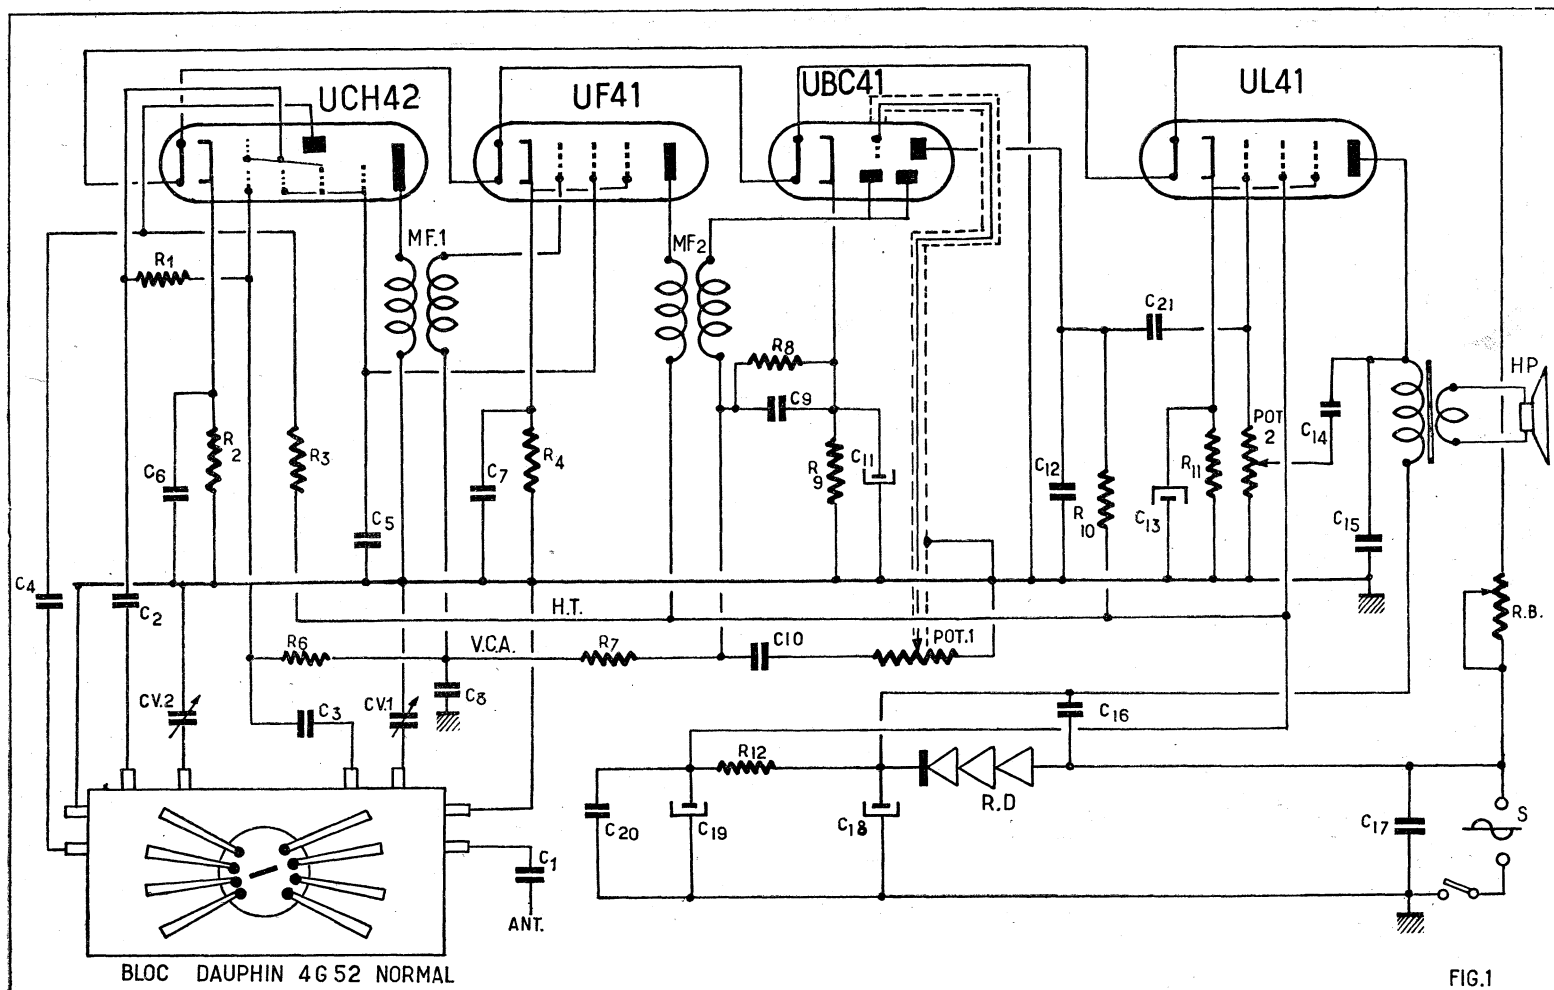

FIG.1
Les résistances et les potentiomètres au carbone sont plus particulièrement sujets à ces troubles et un contrôle est nécessaire. Pour cela on utilise le dispositif de la figure 1 utilisant un générateur basse fréquence (GBF) un amplificateur aperiodique (A) et un voltmètre électronique (V) relié par un filtre (F) à ce dernier. La résistance à vérifier est branchée dans le circuit grille de l'amplificateur et le niveau de bruit de fond est mesuré par rapport à deux résistances étalons.
Le schéma de la figure 1 convient également pour évaluer le bruit de fond par la mesure de la tension de bruit. Sur ce schéma R représente la résistance à contrôler, Rm une résistance d'adaptation dont la valeur doit être voisine de R et Rg la résistance grille du tube d'entrée de l'amplificateur. Voici comment on procède : le commutateur étant placé dans la position I on applique progressivement une tension continue jusqu'à ce que la tension aux extrémités de R soit égale à la tension nominale de la résistance et l'on note la tension indiquée par le voltmètre électronique. Puis, le commutateur étant dans la position 2, et le générateur basse fréquence fournissant un courant à 1.000 c/s, on règle la tension de sortie de ce dernier, de façon à provoquer une déviation du voltmètre identique à celle de la position I. Connaissant la tension V aux bornes du générateur basse fréquence la tension de bruit de fond se détermine de la formule suivante :
FIG. 1. — C1 et C9 fixes au mica 500 pF. R8 miniature au graphite 0,5 M Ω , 1/2 W. Pot. 1 500.000 Ω au graphite avec interrupteur B. Bloc Oméga 4 G52 normal, 455 kHz. (MF 1 : Transformateur moyenne fréquence (Tesla), Oméga type 25 normal, 455 kHz).
Pour mener à bien cette opération capitale, il ne vous reste plus qu'à tenir le fer à souder d'une main et d'avoir sous vos yeux le schéma (fig. 1). Etes-vous débutant ? Si oui, armez-vous en outre d'un peu de patience et de beaucoup d'attention, et surtout dites-vous bien que ce récepteur a été au préalable très longuement essayé et mis au point, par nous et qu'il fonctionnera certainement très bien du « premier coup », si comme nous vous l'indiquons vous le réalisez correctement. S'il ne fonc-
Ceci dit, le premier fil à « poser » est la ligne de « masse », à laquelle aboutissent par la suite un nombre respectable de connexions (ceci est valable pour tous les récepteurs). Elle doit être réalisée avec du fil de cuivre nu et étamé de 15/10, passant à proximité des emplacements indiqués sur la figure 1 et soudé à l'étain (soudure à la résine, c'est-à-dire non corrosive, qui doit d'ailleurs être utilisée pour toutes les autres soudures), au châssis. Cette soudure du fil de masse au châssis doit être effectuée en assez grand nombre de points (à proximité des points d'utilisation).
FIG. 1. — C1 et C9 fixes au mica 500 pF. R8 miniature au graphite 0,5 M Ω , 1/2 W. Pot. 1 500.000 Ω au graphite avec interrupteur B. Bloc Oméga 4 G52 normal, 455 kHz. (MF 1 : Transformateur moyenne fréquence (Tesla), Oméga type 25 normal, 455 kHz). (MF 2 : Transformateur moyenne fré-